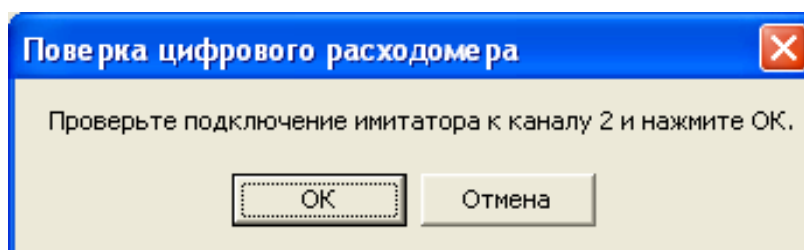

Рис. 37. Вкладка проверки подключения 2 канала к стенду СА-01.
2.6.9. По завершению поверки 1 канала программа автоматически формирует отчет поверки 1-го канала и, в случае многоканального исполнения прибора, на мониторе появляется вкладка (рис.37):